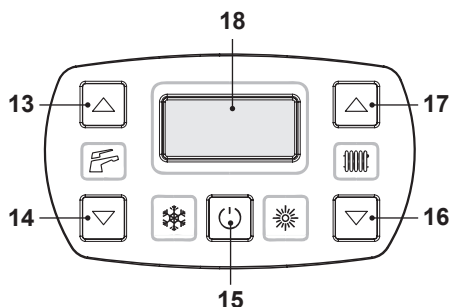
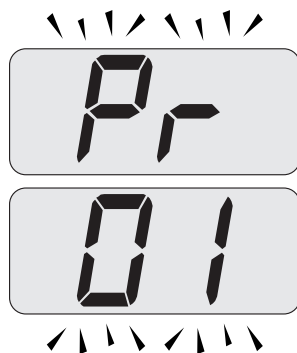

Figura 9.28
Figura 9.29
- Entrare in "modalità programmazione" premendo contemporaneamente per 10 secondi i tasti 15 - 16 - 17 (Figura 9.28) fino a far apparire sul display LCD le lettere **Pr** che si alternano con il codice **01** indicanti l'entrata nel "parametro 01" (Figura 9.29).
15 e 17 (Figura 9.28) fino a far apparire sul display LCD il valore del parametro 01 (Figura 9.30) (51=**M260.1616 SV/M**, 52=**M260.2025 SV/M** o 55=**M260.3035 SV/M**).
- Premendo contemporaneamente i tasti 15 e 16 (Figura 9.28) si esce senza modificare il valore (ritorno alla lista parametri Figura 9.29)
- Premendo contemporaneamente per 10 secondi i tasti 15 - 16 - 17 (Figura 9.28) si esce dalla "modalità programmazione".